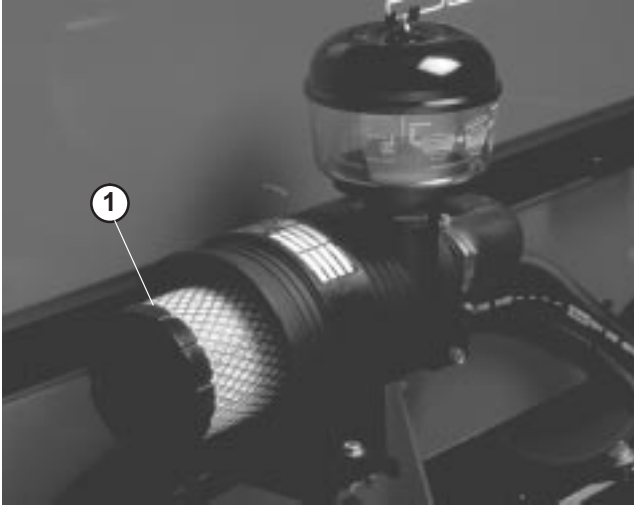

Figure 47
2. Sortez l'élément filtrant du corps du filtre (Fig. 47) avec précaution pour ne pas déloger trop de poussière. Évitez de cogner l'élément contre les parois du filtre.